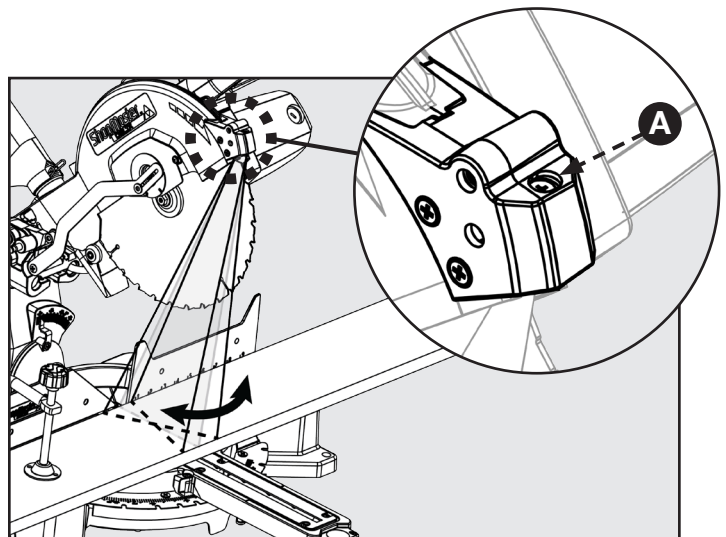

FIGURA 23
Si advierte que la línea láser no está perfectamente paralela a la hoja de la sierra, consulte la Figura 23 y siga estas instrucciones: utilice un destornillador Phillips para girar el tornillo (A) hasta que la línea láser quede paralela a la hoja de la sierra.